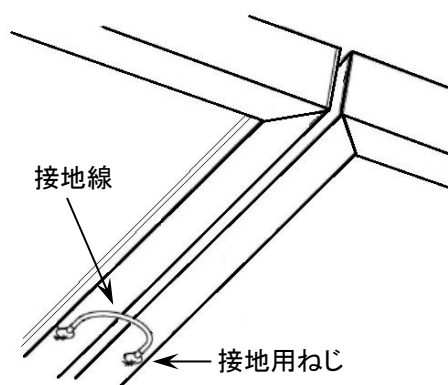

図 3 モジュール間接地工事
- ・太陽電池モジュールのフレーム上に接地穴とその位置が示されていますので、全ての太陽電池モジュールを等電位接地してください。(図 3・4 参照)